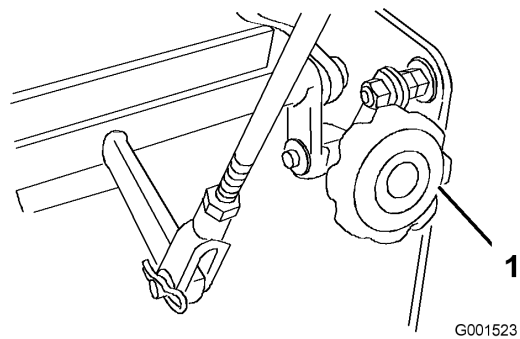

Figure 43
- Si la machine se déporte d'un côté ou de l'autre, tournez le bouton Quick-Track. Tournez le bouton à droite pour diriger la machine vers la droite, et à gauche pour diriger la machine vers la gauche (Figure 43).